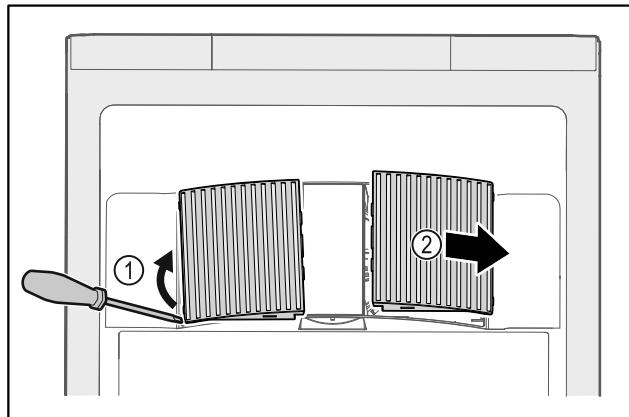

Fig. 171
- Oprezno podignite ventilatorske pokrove sa strane Fig. 171 (1) i skinite ih prema naprijed Fig. 171 (2).